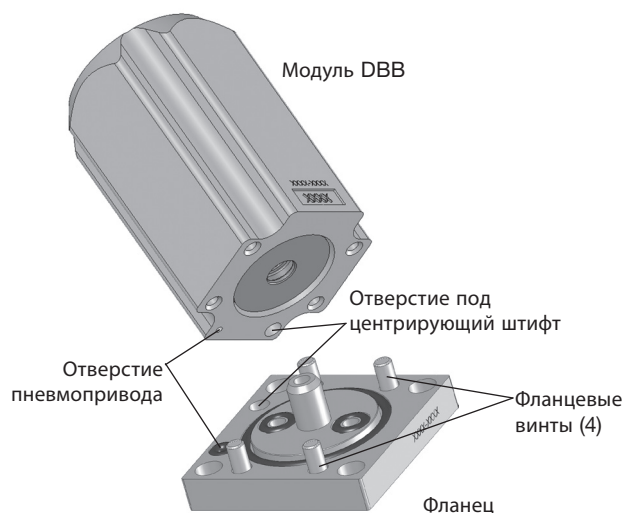

Рисунок 6
3. Совместите **входное отверстие для сжатого воздуха** и **отверстие под центрирующий штифт** на новом **фланце** с соответствующими отверстиями на нижней части модуля DBB. См. рисунок 6.